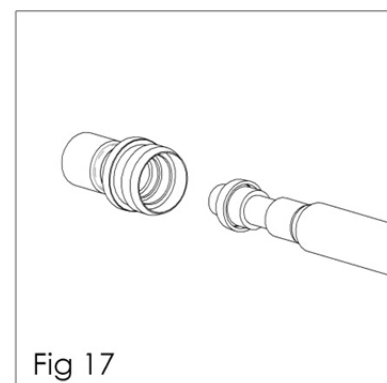

Fig 17
15. Włożyć nowe uszczelnienie (22) w narzędzie serwisowe (58). Rowek musi być skierowany na zewnątrz. Docisnąć uszczelnienie (22) do osłony (27). (Patrz rys. 17)
16. Zamontować z powrotem pozostałe części w odwrotnej kolejności – wrzeciono zaworu (20), sprężyna (21), osłona (27) i skrócić kluczem imbusowym 6 mm, iglica (24), sprężyna (29) oraz pokrętło (28). Włożyć z powrotem język spustowy (39), mocujący kołek gwintowany języka spustowego (40), wkręcić wkręt języka spustowego (38) za pomocą klucza (59) lub klucza typu Torx T20.
17. Nacisnąć do końca język spustowy pistoletu i wkręcić pokrętło regulacji ilości cieczy (28), aż do jego zatrzymania. Wycofać je o  $\frac{1}{2}$  obrotu, a ruch iglicy w pistolecie będzie mógł odbywać się w pełnym zakresie.